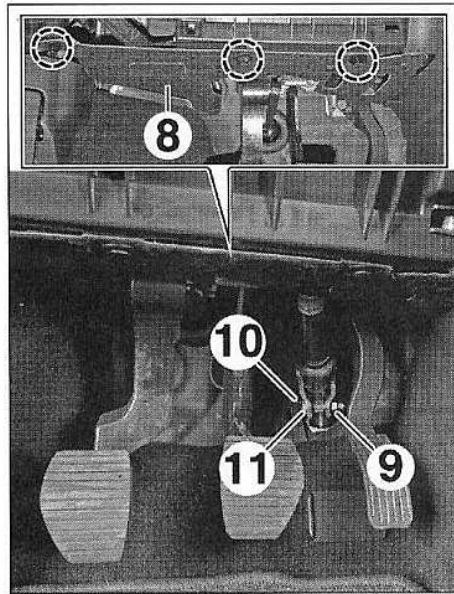

FIG.12
- la garniture inférieure gauche de planche de bord (8), puis débrancher le connecteur de l'éclaireur de plancher (Fig.12).
- Déposer l'écrou (9).
- Ecarter l'agrafe (10).
- Déposer la vis (11).